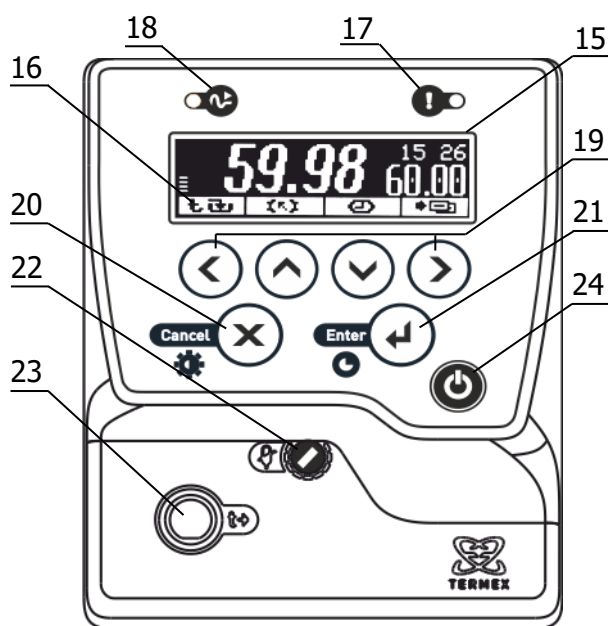

Рисунок 2 – Лицевая панель
Система безопасности блока регулирования отключает двигатель насоса и нагреватель при срабатывании хотя бы одной из защит или неисправности датчика температуры (1.2.13). При срабатывании системы безопасности раздается звуковой сигнал, загорается индикатор 17 (рисунок 2) и на дисплей 15 выводится информация о причине неисправности.
2.3.1 После подключения сетевого кабеля к электрической сети блок регулирования переходит в режим ожидания. Подключение сопровождается кратковременной подсветкой дисплея 15 (рисунок 2).
2.3.6 Для регулировки яркости подсветки или контраста дисплея нажать кнопку 20 (X), выбрать изменяемый параметр кнопками (▲) и (▼) и установить его значение кнопками (◀) и (▶). Зафиксировать изменение нажатием кнопки 21 (↔) (рисунок 2).
2.6.6 Для выбора уставки в качестве текущей кнопками (▲) и (▼) подвести к ней указатель. Значение отмеченной указателем уставки дублируется крупными цифрами в правой части дисплея. Для подтверждения выбора отмеченной уставки нажать кнопку 21 (←). Для отмены выбора нажать кнопку 20 (×) (рисунок 2).
2.6.7 Для изменения численного значения отмеченной указателем уставки нажать кнопку (▶). На рамке, обрамляющей значение уставки в правой части дисплея, появятся «засечки», указывающие на изменяемую позицию в численном значении. Цифра в отмеченной позиции мигает. Нажатиями кнопок (▲) и (▼) установить требуемую цифру в отмеченной позиции. Если удерживать кнопку нажатой, значение уставки будет изменяться непрерывно. Нажатиями кнопок (◀) и (▶) переместить отметку изменяемой позиции. Дискретность изменения значения уставки зависит от положения изменяемой позиции: если отмечена позиция десятков, то при единичном нажатии кнопки (▲) или (▼) значение уставки изменится на 10 °С. Если отмечена позиция десятых долей, то значение уставки изменится на 0.1 °С соответственно. Закончить ввод нового значения уставки нажатием кнопки 21 (←). Для возврата к значению уставки до ее изменения нажать кнопку 20 (×) (рисунок 2).
2.7.3 При срабатывании защиты раздается звуковой сигнал и загорается красный индикатор срабатывания системы безопасности 17 (рисунок 2). Работа насоса и нагревателя будет блокирована. На дисплее отобразится текущее состояние системы защит.
2.7.5 После устранения причины срабатывания защиты или ее отключения кнопкой (▶) индикатор 17 (рисунок 2) погаснет. Перевести блок регулирования в рабочий режим нажатием кнопки 21 (←).